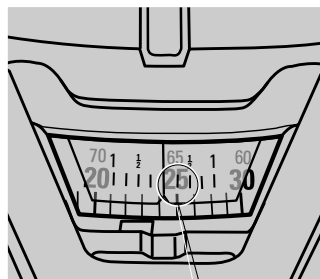

FIG. V2
2. Régler l'angle de l'onglet au nombre entier le plus près de celui voulu en alignant la mention du centre de l'échelle du vernier (illustrée à la figure V1) sur le nombre entier inscrit sur l'échelle pour onglets. Examiner attentivement la figure V2; le réglage illustré est de 24 degrés sur la droite.
3. Pour régler le quart de degré additionnel, serrer le dispositif de verrouillage pour onglets et déplacer doucement l'indicateur vers la DROITE jusqu'à ce que la mention 1/4° de l'échelle du vernier s'aligne sur la mention de degrés LA PLUS PRÈS sur l'échelle pour onglets. Dans cet exemple, la mention de degrés la plus près sur l'échelle pour onglets correspond à 25°. La figure V2 montre un réglage d'onglet de 24 1/4 degrés à droite.